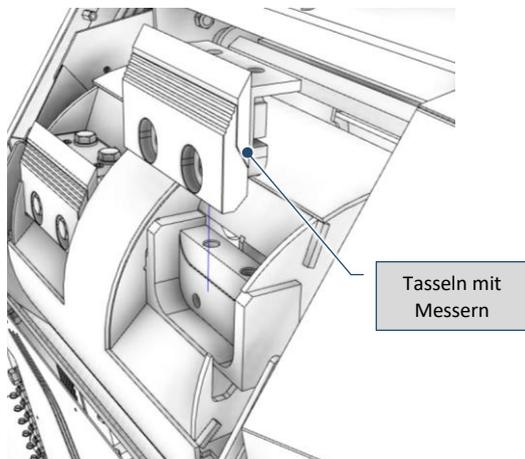

Abb. 9-28 – Entfernen des Klingenthalerblocks
- 4) Entfernen Sie den Klingenhalterblock von der Zerkleinerungstrommel (Abb. 9-28);